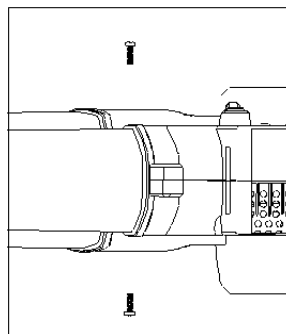

Fig. 6
2. Ziehen Sie zwei Schrauben aus der Verpackung, die sich in der Anleitung befinden, und befestigen Sie die Schrauben (ST4 x 14), bis sie sich gut verbinden. Siehe Abb.6.